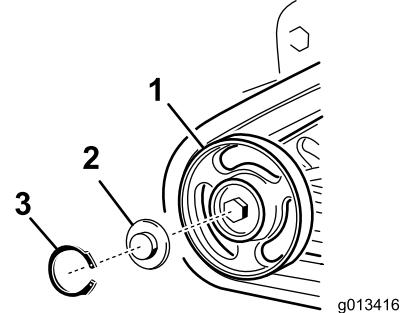

Figura 49
4. Retire la anilla a presión y el tapón de una de las ruedas de rodaje (Figura 49).
5. Compruebe la grasa que hay debajo del tapón y alrededor de la junta (Figura 49). Si está sucia, tiene arenilla o queda poca grasa, elimine toda la grasa, cambie la junta, y añada grasa nueva.
7. Coloque el tapón engrasado sobre la cabeza del perno (Figura 49).
8. Sujete el tapón de la rueda de rodaje con la anilla a presión (Figura 49).